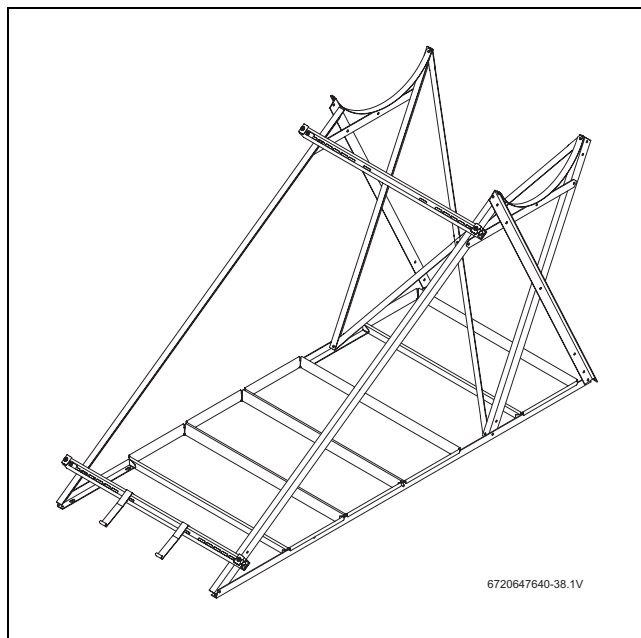

Fig. 29 Soporte para tejado plano fija con placas de hormigón, medidas en mm (sistema de 150/200 l)
- Fijar los perfiles mediante el anclaje en placas de hormigón (→ Fig. 29).